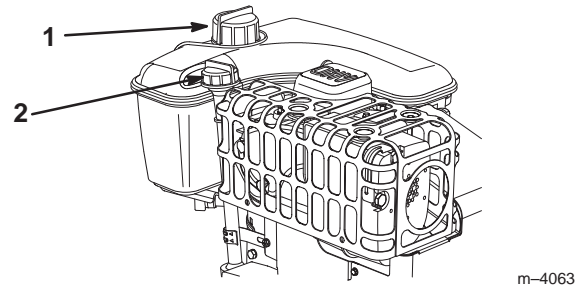

Bild 12
2. Reinigen Sie den Bereich um den Peilstab (Bild 12).
3. Nehmen Sie den Peilstab heraus, indem Sie den Deckel entgegen dem Uhrzeigersinn drehen und ihn herausziehen (Bild 12).
1. Reinigen Sie den Bereich um den Tankdeckel (Bild 12).